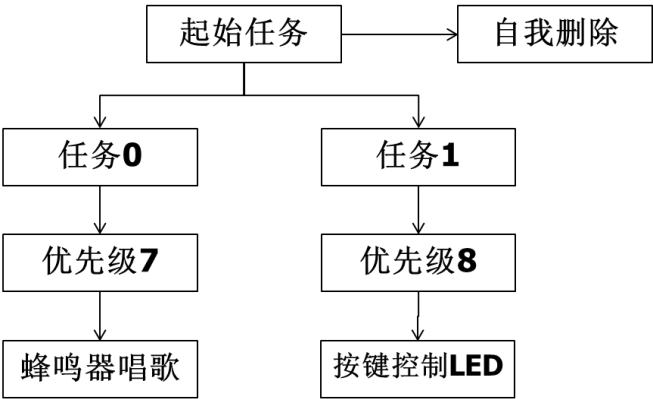

图 3-1 多任务示意图
- 3. 修改例程代码，建立两个任务，程序结构如图 3-1 所示。